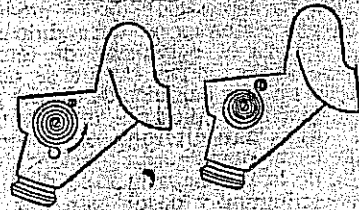

Fig. 15
4) Instalar el resorte bimetalico en la ranura del eje. Por último enganchar el resorte en el tétón de freno verificando la correcta posición de la mariposa (Fig. 15).